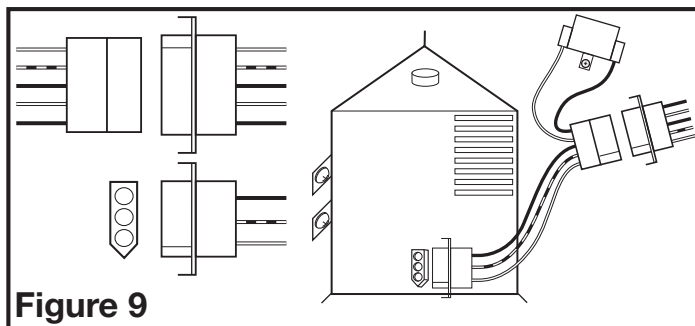

Figure 9
3. Connectez le faisceau électrique en branchant l'extrémité de 3 broches de connexion rapide dans la prise située sur le côté du couvercle du compartiment de fil. Assurez-vous que l'extrémité de 5 broches de connexion rapide est branchée dans la prise du ventilateur. Ces fils ne peuvent être insérés que dans un seul sens dans les prises (Figure 9).